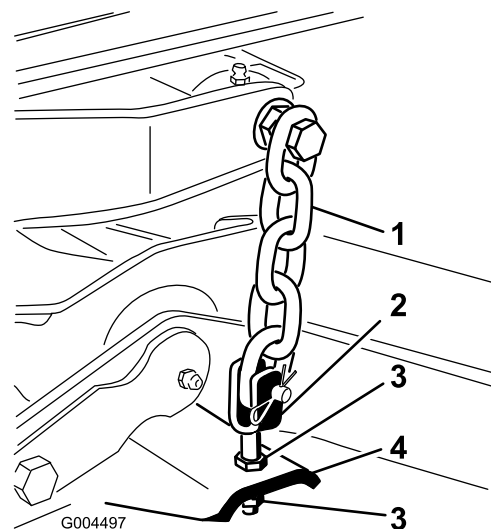

Bild 75
7. Stellen Sie die Klemmmuttern ein, mit denen die hinteren Mähwerkgabeln bzw. -messer befestigt sind, um das Mähwerk hinten anzuheben, sodass die Messerneigung auf 8 mm eingestellt ist (Bild 75).